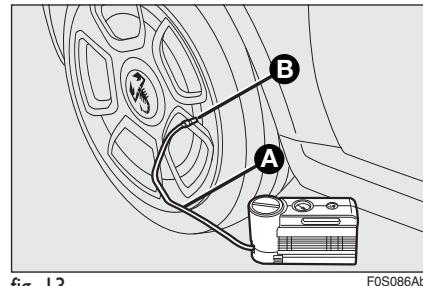

fig. 13
- **Azionare il freno a mano.** Svitare il cappuccio dalla valvola del pneumatico, estrarre il tubo flessibile di riempimento **A-fig. 13** ed avvitare la ghiera **B** sulla valvola del pneumatico;